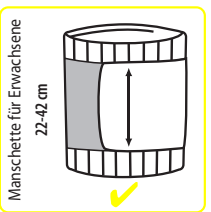

Abb. 5
6. Die Manschette ist einsatzbereit, wenn nach festem Anlegen der Manschette um Ihren Arm die Pfeilköpfe auf das Streifenmuster auf den gegenüberliegenden Seiten der Manschette zeigen (Abb. 5).